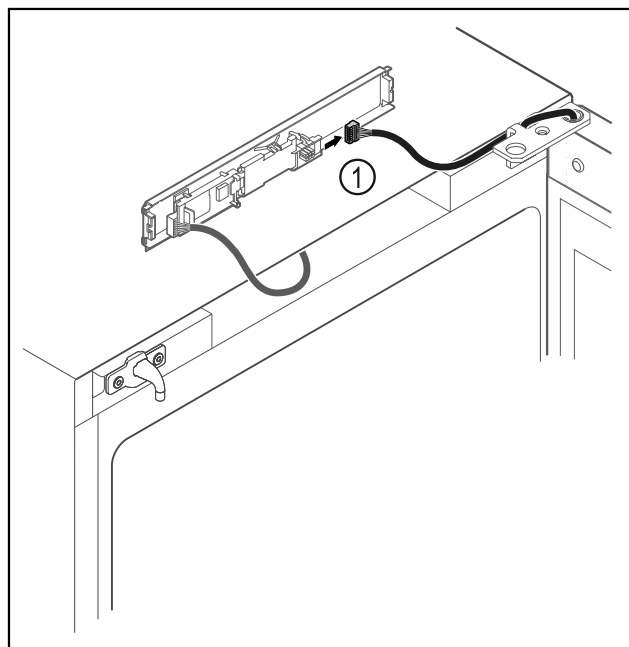

Fig. 15
- Odpojte zástrčku Fig. 15 (1) z dosky plošných spojov.